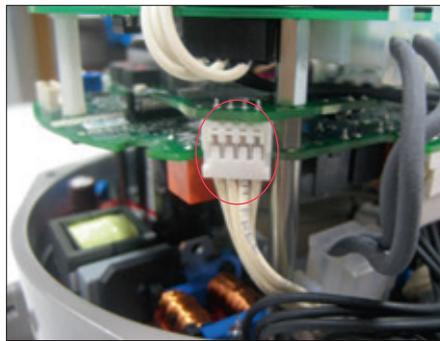

Abb. 35
- Schließen Sie das 4-polige Verbindungskabel wieder an (Abbildung 35).